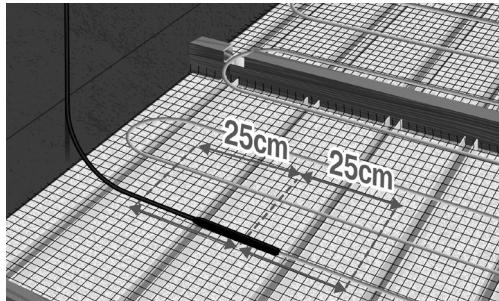

Fig. 16. Placer kablet lige på hver side af samlingen
- Samlingen mellem koldledning og varmekabel fastgøres ca. 25 cm på hver side målt fra center af samlingen. Bemærk at starte således koldkabel kan nå op til termostat. (fig. 16).